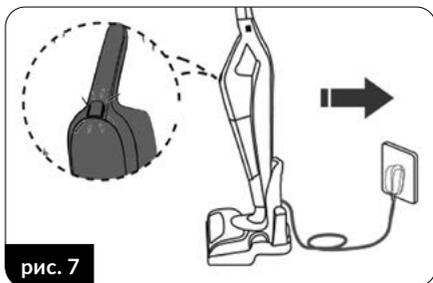

рис. 7
2. Поместите правильно собранный пылесос в главное держателе и с электрощеткой на док-станцию (рис. 7). Подключите зарядное устройство к сети.